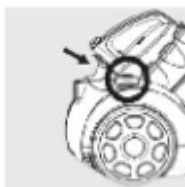
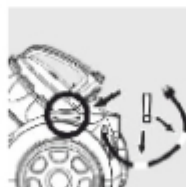

Рис. 7
Рис. 8
4. Включите пылесос, нажав кнопку включения/выключения на верхней панели (рис. 7).
-При необходимости ненадолго прервать уборку, выключите пылесос (рис. 7) и выньте вилку шнура из розетки, втяните шнур (рис. 8) и вставьте ребро насадки в специальную ячейку, установив трубку в удобное положение (рис. 9).
**ПРЕДУПРЕЖДЕНИЕ:** Опасность поражения электрическим током! Если на конце шнура питания вы видите красную метку, втяните шнур питания, нажав на кнопку втягивания. Втяните шнур питания до желтой метки (рис. 8).
**ПРЕДУПРЕЖДЕНИЕ:** Опасность получения травмы! Выключите пылесос после окончания уборки (рис. 7) и втяните шнур (рис. 8) питания. При вытягивании шнура, держите вилку в руке таким образом, чтобы шнур не метался в разные стороны и не поранил вас или окружающих людей.
1. Выключите пылесос (рис. 7) и отсоедините вилку сетевого шнура от розетки электросети.
2. Чтобы смотать сетевой шнур, нажмите на кнопку сматывания шнура (рис. 8).